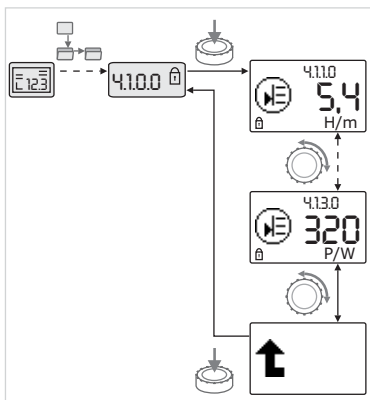

Fig. 44: Виклик інформації
- Обертаючи червоний регулятор, керувати елементами меню типу «Інформація» чинних субменю (див. Fig. 44). Пояснення налаштувань, що їх відображують символи, див. у таблиці у розд. 8.7 «Довідкові елементи меню» на сторінці 37.